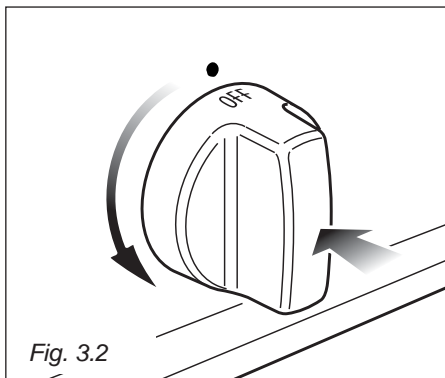

Fig. 3.2
- 2) Presione ligeramente y gire el mando del termostato en el sentido antihorario (fig. 3.2) hasta la posición máx. **550***.